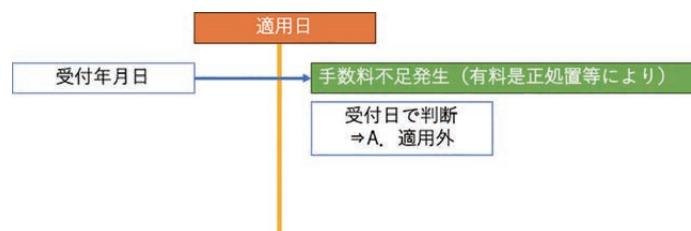

図2 新規検定において審査の過程で不足金が発生した場合
- A2. いいえ。受付年月日が2025年9月30日以前の新規申請の場合、不足分の検定手数料、及び有料是正が発生した場合の手数料に対しては、改定前の手数料を適用します。（図2）